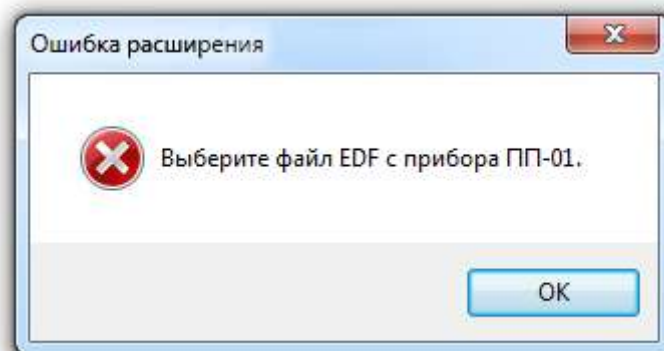

Рисунок 3.11 – Ошибка расширения
3.5.1.9 Программа предназначена для чтения и корректировки файлов только с расширением ".edf". При попытке открытия файла, с иным расширением отобразится ошибка (рисунок 3.11).